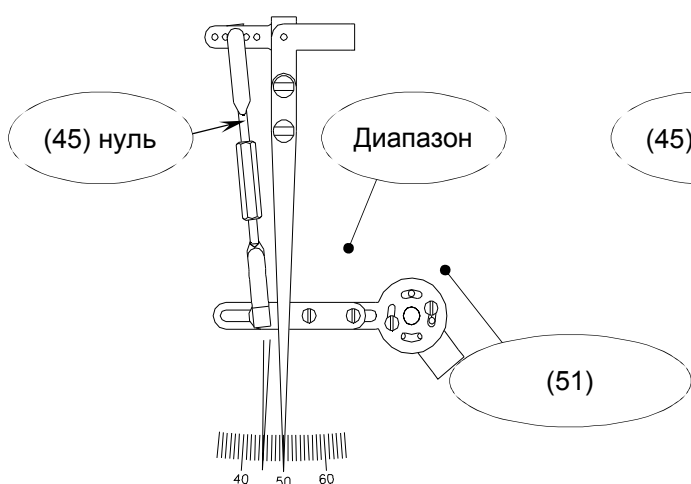
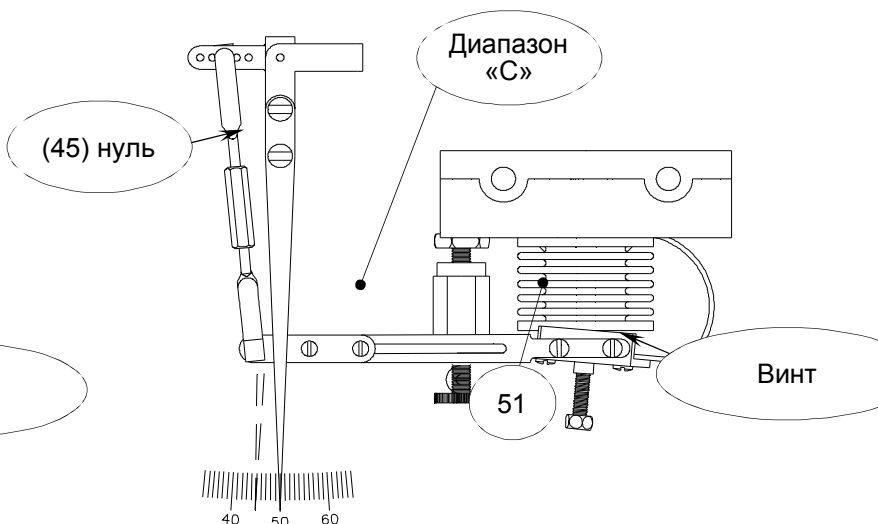

Рис. 8.1.1
Рис. 8.1.2 "ЭЛЕМЕНТ ПРИЕМНИКА 3\*15
Для корректировки возможных небольших отклонений черной стрелки измеряемой переменной от реального значения поверните шестигранную часть тяги (45) (см.Рис. 8.1.1 и 8.1.2).
См. Рис. 8.1.1 для элементов температуры и давления. См.Рис. 8.1.2 для элементов приемников 3-M5 psi.